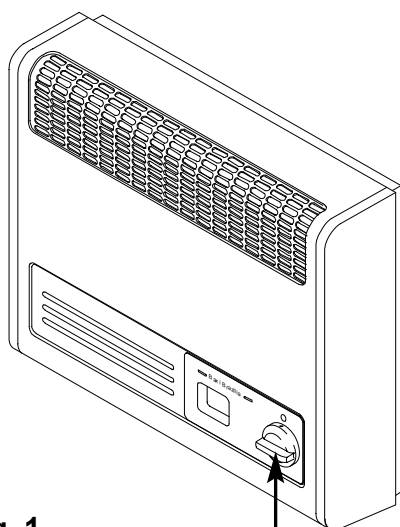

Fig. 1
1) Агрегат управляется ручкой, расположенной справа внизу на передней панели корпуса (рис.1). В моделях Brazilia F5, F5S и F8S у этой ручки есть пять положений: